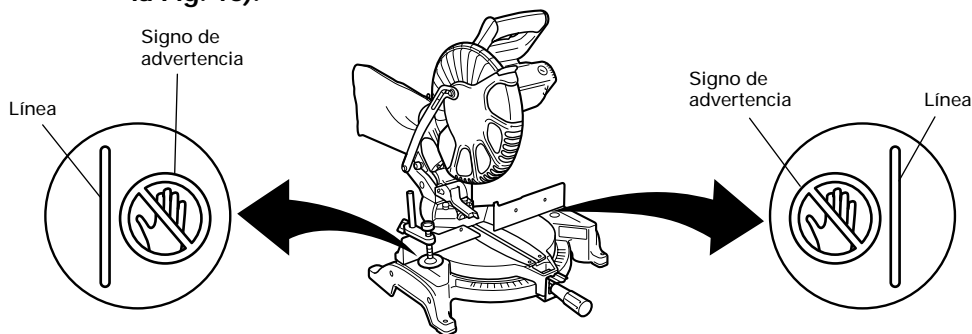

Fig. 18
* No coloque nunca sus miembros dentro de la línea cerca del signo de advertencia mientras está utilizando la herramienta. Esto podría resultar peligroso (consulte la Fig. 18).